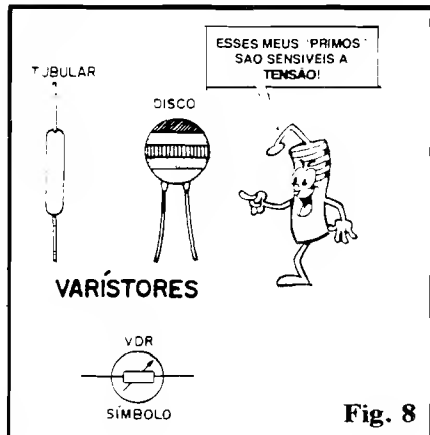

Fig. 8
- **FIG. 8 - O VARISTOR ou VDR...** O conceito de "influência externa", nesse Resistor Dependente, é um pouco diferente daquele envolvido no LDR ou no TERMÍSTOR, uma vez que o tal "fator externo" pode ser considerado "não tão externo, assim...". Pra começar, a figura mostra (apenas algumas...) "aparências" mais comuns, adotadas pelos fa-